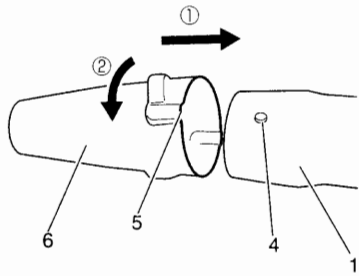

Fig. 2
**Tubo cónico a tubo recto (Fig. 2)**
- Alinee la ranura (5) en el tubo cónico (6) y la proyección (4) en el tubo recto (1) y gire el tubo cónico para colocarlo en su lugar.